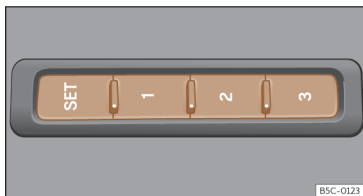

Fig. 100 No lado exterior do banco do condutor: botões de memória
- Pressione o botão **SET** durante mais de 1 segundo >>> **Fig. 100**.